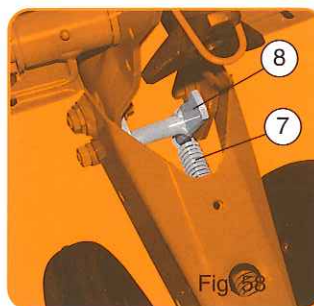
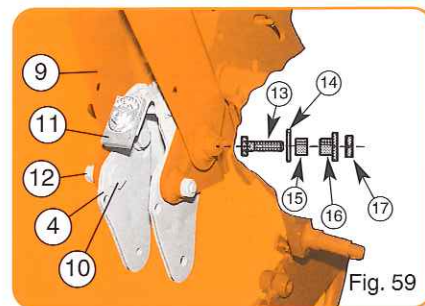
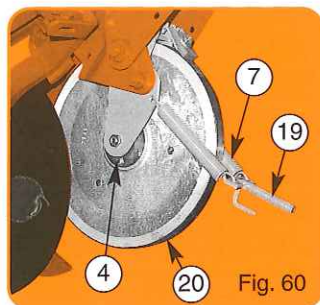
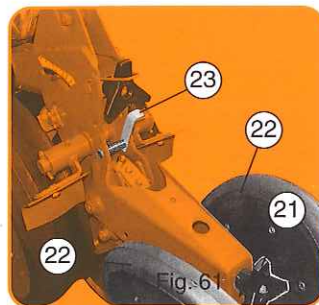

Fig. 58
Fig. 59
Fig. 60
Fig. 61
- Démontez le bloc arrière, désolidariser les ressorts (7) et supprimer l'entretoise en H (8) (fig. 58).
- Présenter le cadre (4) sans la roue plombeuse, mettre en place les vis épaulées (10) et les écrous (12) (fig. 59).
- Mettre en place les vis de fixation (13) du bloc arrière (9) avec les entretoises de débattement (15), les rondelles (14), les écrous spéciaux (16) et les contre-écrous (17).
- Récupérer les 2 ressorts (7), les monter sur le cadre (4) (fig. 60). Respecter l'orientation de l'embout de réglage (19).
- Mise en place de la roue (20).
- Mise en place de la poignée (21) (fig. 61).
- Remonter les roues arrière tasseuses (22).
- Mise en place du taquet (23) avec son ressort et la vis plus l'écrou.
- Position de fonctionnement (fig. 61).
- Remove the rear unit, separate the springs (7) and remove the H spacer (8) (fig. 58).
- Position the frame (4) without the press wheel, and put the turned screws in place (10) and the nuts (12) (fig. 59).
- Position the fixing screws (13) of the rear unit (9) with the clearance spacers (15) the washers (14) the special nuts (16) and the counternuts (17).
- Take the 2 springs (7), and assemble them on the frame (4) (fig. 60). Respect the orientation of the adjusting end part (19).
- Position the wheel (20).
- Position the adjusting handle (21) (fig. 61).
- Reassemble the rear press wheels (22).
- Position the latch (23) with its spring and the screw and nut.
- Operation position (fig. 61).
- Demontieren Sie die hintere Andruckrolle und entfernen Sie die Feder (7) gleichzeitig mit der Distanzhülse (8) - Fig. 58.
- Den Rahmen (4) ohne Andruckrolle in Position (10) mit Schraube und Mutter (12) anschrauben. Weiter Schraube (13) in die Halterung der hinteren Andruckrolle (9) mit Abstandshülse (15) Unterlegscheibe (14) und Spezialmutter (16) und Kontermutter (17) einsetzen.
- Die zwei Federn (7) in den Rahmen (4) - Fig. 60 - einsetzen. Achten Sie auf die richtige Anbringung des verstellbaren Endteils (19).
- Andruckrolle (20) einsetzen.
- Verstellerschraube (21) für Fig. 61 anbringen
- Den Arretierungshebel (23) mit Feder anschrauben
- Führen Sie die Pos. Fig. 61 aus